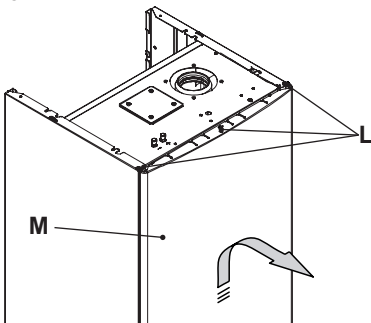

Fig. 5.14
- Togliere il pannello frontale della caldaia come illustrato. Togliere le viti L. Rimuovere il pannello frontale M spostandolo verso l'alto in modo da liberarlo dai ganci inferiori Fig. 5.14.